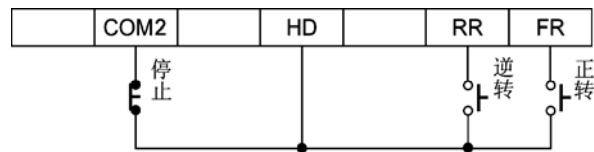

图6-1 运转信号保持电路
- (1) 用按钮式开关等瞬时接点开始运转和停止时, 按图6-1所示进行布线, 并请设定功能代码(多功能输入端子相关代码及Cd001=2)。